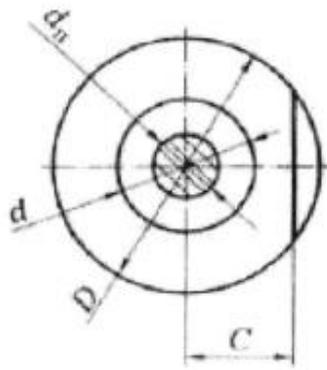

Рисунок 2 - Деталь на оправке
2. Построить схему базирования и определить погрешность базирования для размера  $C$ , выдерживаемого при фрезеровании лыски в партии заготовок, устанавливаемых на палец по посадке  $H7/g7$ , при  $C = 45$  мм,  $D = \varnothing 100 h7$ ,  $d = \varnothing 30H7$ ,  $d = \varnothing 30g7$  (см. рис. 2).